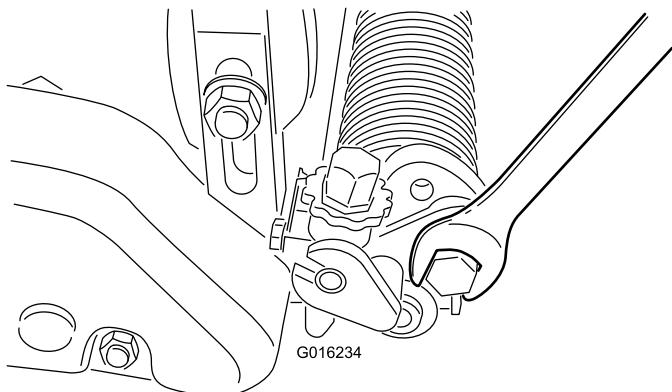

Figura 21
- A. Afloje los pernos de los brazos de ajuste derecho e izquierdo (Figura 21).
- C. Apriete los pernos para fijar el ajuste (Figura 21).